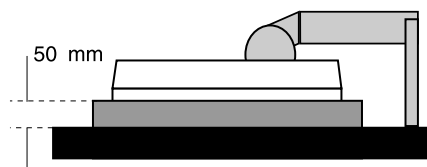

Figura S.1
2. Sistemare il monitor con la faccia rivolta verso il basso su una superficie non abrasiva. (Sistemare lo schermo su una piattaforma di 50 mm in modo che il supporto risulti parallelo alla superficie.) (**Figura S.1**).